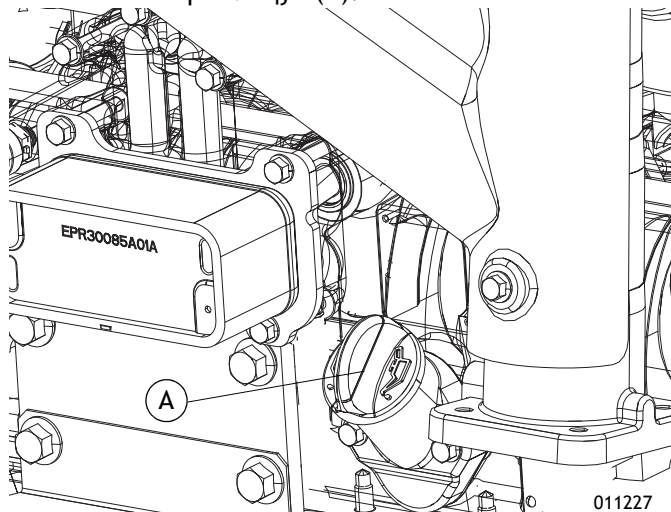

Рисунок 5-7. Местонахождение масломерного щупа
6. См. Рисунок 5-7. Медленно извлеките масломерный щуп (A).